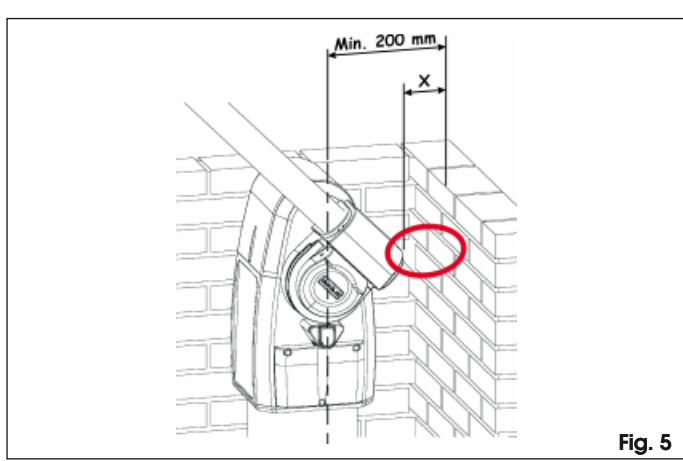

Fig. 5
- controllare che gli spazi minimi di manovra, riportati in Fig. 5, siano rispettati.
Se la quota "X", evidenziata in Fig. 5, è inferiore a 500 mm è **OBBLIGATORIO** proteggere la zona evidenziata con un dispositivo di protezione conforme alla norma UNI EN 12978